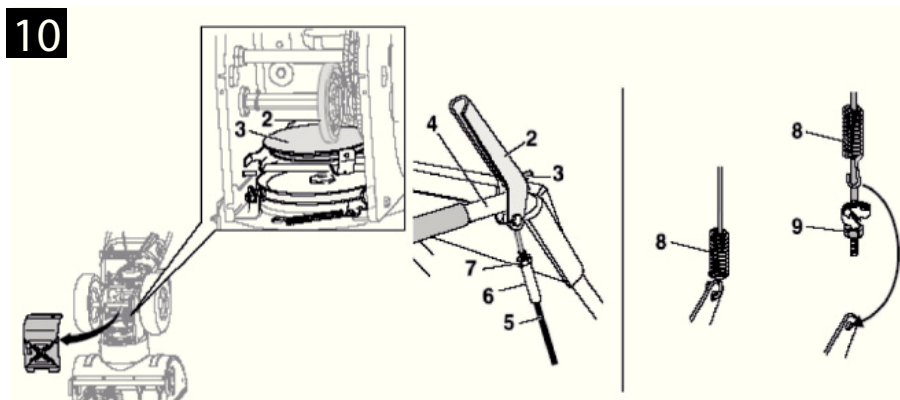

Рисунок 10
Шнек (3) снегоборщника крепится к валу (4) с помощью срезных болтов (1) и контргайки (2). Срезные болты имеют ослабленное сечение и при попадании в шнек посторонних предметов они срезаются и предохраняют редуктор снегоуборщика от разрушений. Эти срезные болты (1) и контргайки (2) могут быть заменены только оригинальными болтами и гайками. В комплекте со снегоуборщиком поставляется два запасных срезных болта с контргайками см.рис.10.